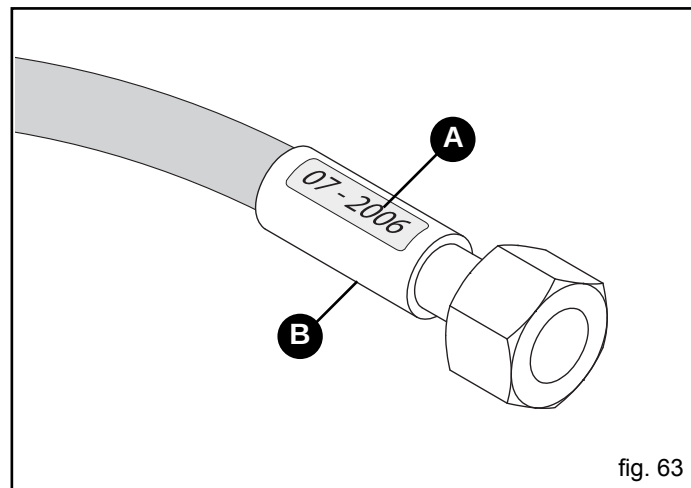

fig. 63
- La durée de vie des tuyaux oléodynamiques ne peut dépasser 5 ans, même s'ils ne sont pas utilisés (usure naturelle). La figure 63 (A) donne un exemple de l'année de production des tuyaux oléodynamiques.
- pertes autour de l'armature du tuyau (B, Fig. 63).
- corrosion de l'armature (B, Fig. 63);
- échéance de 5 ans à compter de la production (A, Fig. 63).